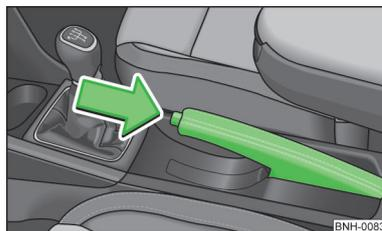

Fig. 91
► Levantar un poco la palanca del freno de mano y pulsar **a la vez** el botón de bloqueo » fig. 91.